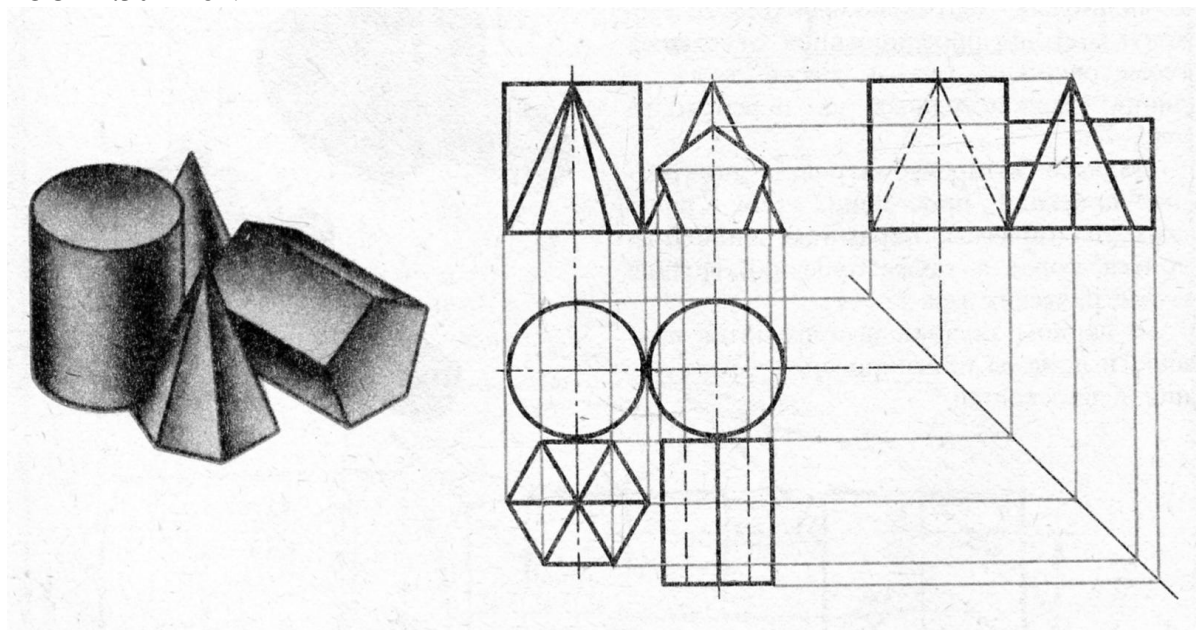

Рисунок 19 - Проекция группы геометрических тел
2. Проанализируйте положение каждого тела по отношению плоскостей проекций и друг друга, см. рис.19;